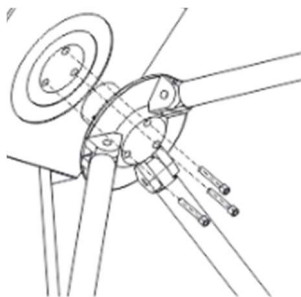

Рисунок 5. Установка ступицы со штангами-ограничителями.
- 4 Прикрутите ступицу турникета монтажными винтами из комплекта поставки используя шестигранник 8 мм (см. рис. 5).